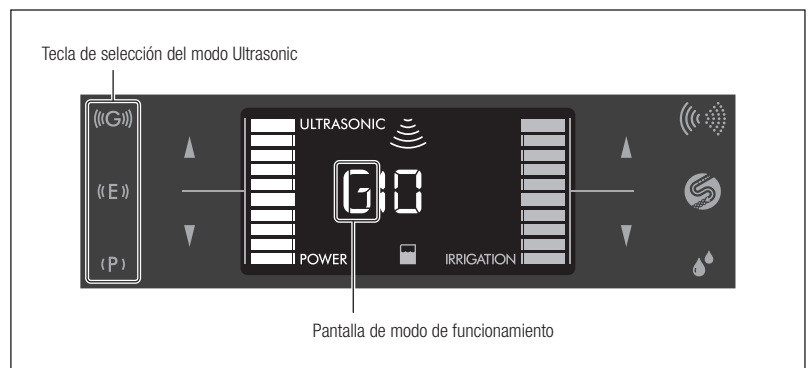

Fig. 19
- Toque la tecla de selección del modo Ultrasonic para seleccionar el modo. El modo seleccionado aparece en el panel LCD como P/E/G (Fig. 19).